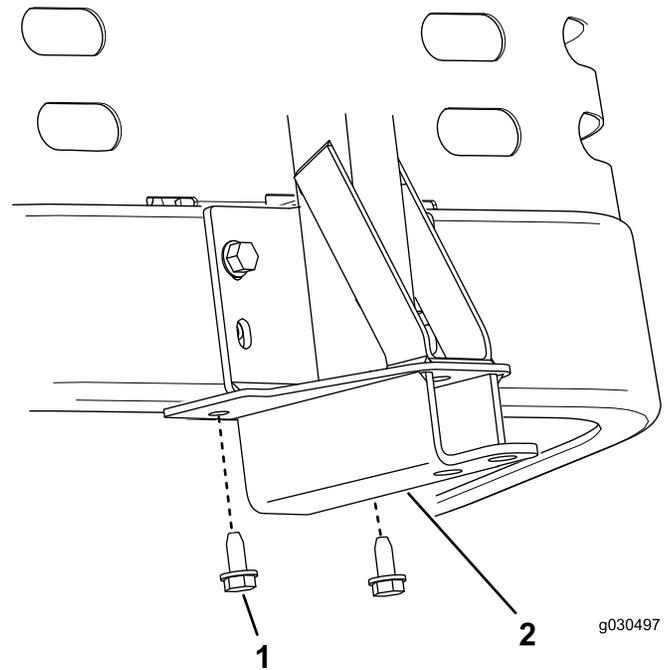

Figura 7
2. Sujete el bastidor de giro a la parte inferior del bastidor de la máquina usando 2 tornillos autorroscantes (5/16" x 3/4"), según se muestra en Figura 7.